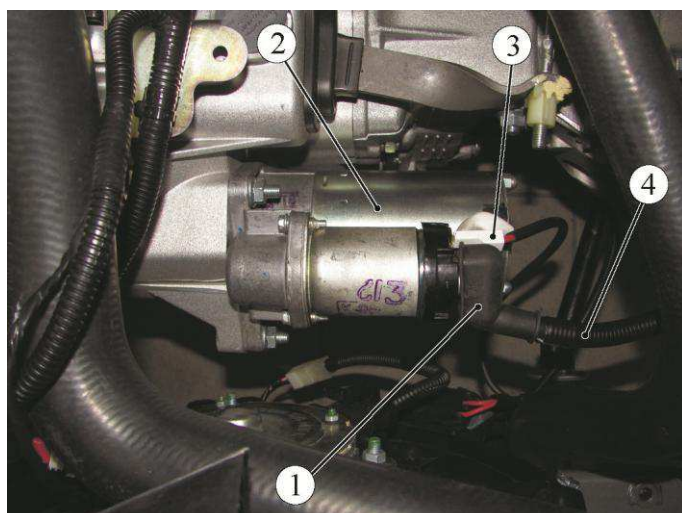

Рисунок 2-9 – Отсоединение клеммы и колодки жгутов от генератора:
- снять защитный колпачок 1, рисунок 2-9, отвернуть гайку крепления и отсоединить от тягового реле стартера 2, клемму жгута 4 аккумуляторной батареи и колодку 3 жгута проводов переднего (головка сменная 13, удлинитель, ключ трещоточный);